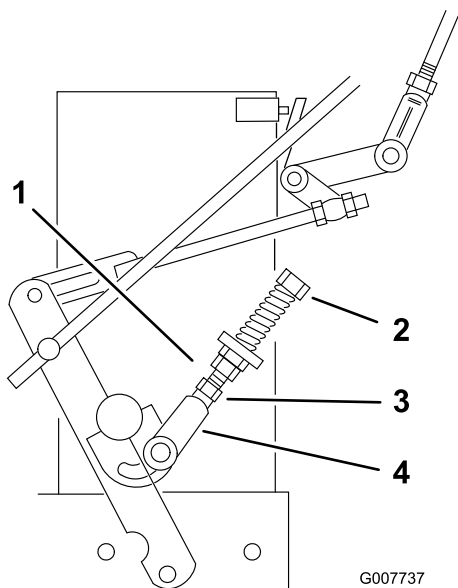

Рисунок 34
9. Если колеса вращаются при удерживании рычага привода в НЕЙТРАЛЬНОМ положении, требуется регулировка рычажного механизма управления нейтральным положением (Рисунок 34). Если колеса остановились, перейдите к пункту 12.
10. Ослабьте гайку на вилке рычажного механизма управления нейтральным положением (Рисунок 34).
11. Отрегулируйте рычажный механизм управления нейтральным положением так, чтобы ведущие колеса останавливались, когда рычаг привода прижимается к пружине нейтрального положения (НЕЙТРАЛЬНОЕ положение) (Рисунок 34).
12. Поверните регулировочный болт приблизительно на 1/4 оборота по часовой стрелке, если колесо вращается в обратном направлении, или приблизительно на 1/4 оборота против часовой стрелки, если колесо вращается в прямом направлении (Рисунок 34).